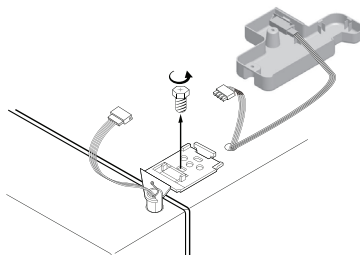

Figura 6
- b Gire o parafuso da dobradiça superior no sentido anti-horário e desconecte os fios da rede elétrica (Figura 6).